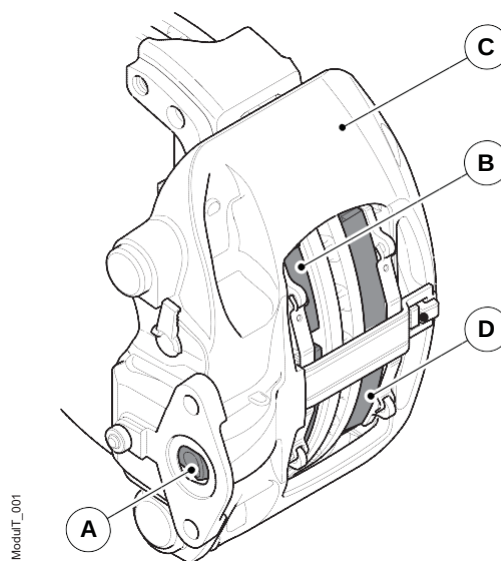

Figura 2. Descrição funcional
A unidade, que é acionada pela alavanca do mecanismo (A), pressiona a pastilha de freio interna (B) contra o disco, o que faz com que a pinça de freio (C) deslize lateralmente, de modo que a pastilha de freio externa (D) também entre em contato com o disco, consulte a figura 2.